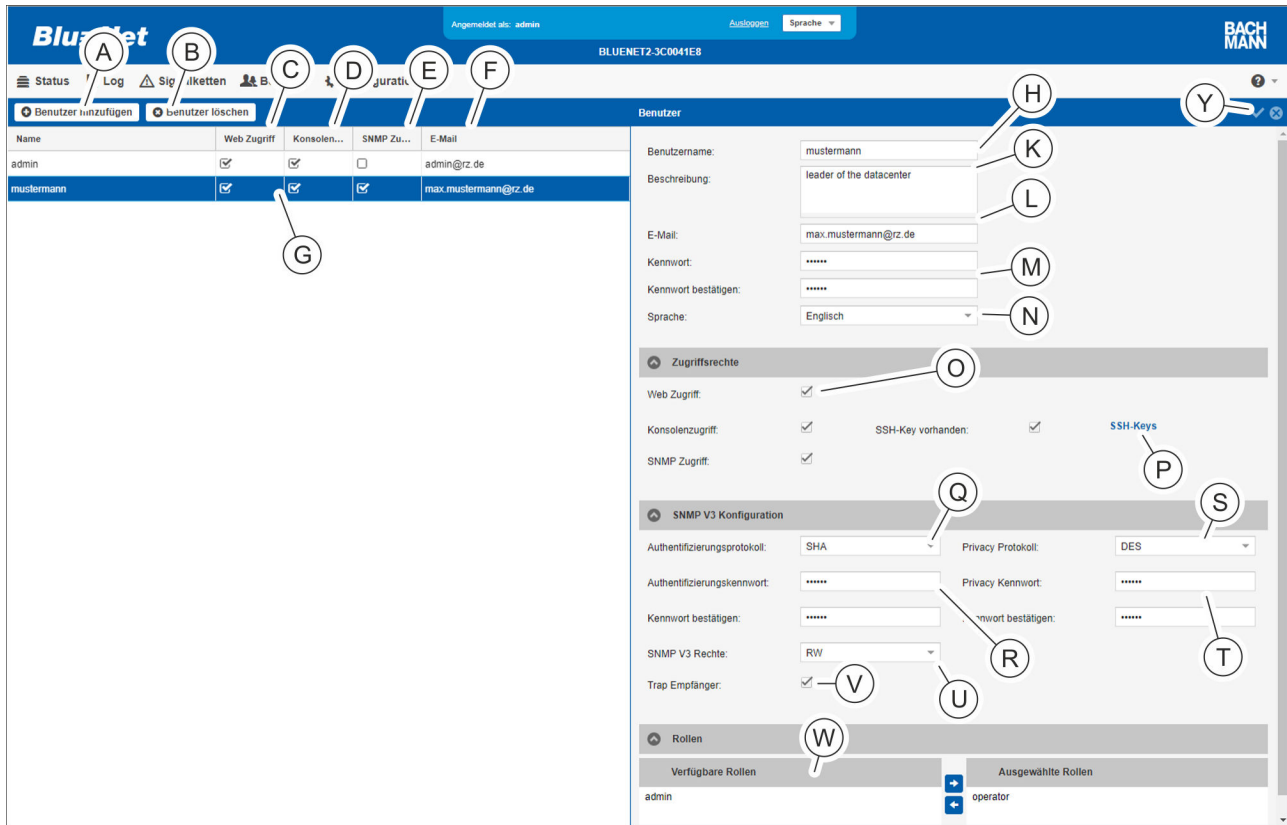
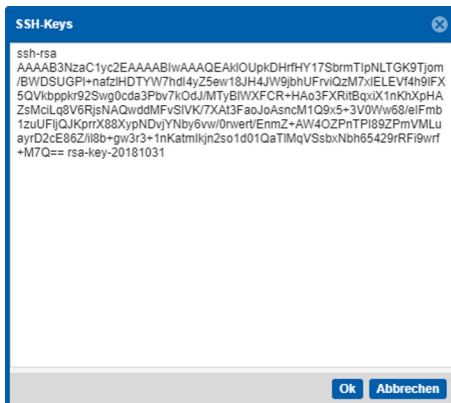

Abb. 134: Menü "Benutzer"
Abb. 135: SSH-Key einfügen
2. ➤ Über die Schaltfläche „Benutzer hinzufügen“ (Abb. 134/Ⓐ) einen neuen Benutzer anlegen.
*Um einen bestehenden Benutzer zu modifizieren, den betreffenden Benutzer in der Liste auswählen (Abb. 134/Ⓒ).*
3. ➤ Benutzernamen eingeben (Abb. 134/Ⓜ).
4. ➤ Bei Bedarf eine Beschreibung für den Benutzer eingeben (Abb. 134/Ⓝ).
5. ➤ E-Mail-Adresse eingeben (Abb. 134/Ⓞ).
6. ➤ Kennwort für den Zugriff auf die PDU eingeben und bestätigen (Abb. 134/Ⓟ).
7. ➤ Sprache auswählen (Abb. 134/Ⓠ).
8. ➤ Über die Checkboxen Zugriffsrechte für „Web Zugriff“, „Konsolenzugriff“ und/oder „SNMP Zugriff“ erteilen (Abb. 134/Ⓡ).
9. Über die Schaltfläche „SSH-Keys“ können für Key-basierte SSH-Anmeldungen SSH-Keys hinterlegt werden (Abb. 134/Ⓢ). Einen oder mehrere SSH-Keys in das Fenster „SSH-Keys“ (Abb. 135) kopieren und mit der Schaltfläche „OK“ bestätigen.
10. Im Bereich „SNMP V3 Konfiguration“ bei Bedarf ein Authentifizierungsprotokoll auswählen (Abb. 134/Ⓢ).
11. Authentifizierungskennwort eingeben und bestätigen (Abb. 134/Ⓢ).
12. Bei Bedarf ein Privacy-Protokoll auswählen (Abb. 134/Ⓢ).
13. Ein Privacy-Kennwort eingeben und bestätigen (Abb. 134/Ⓢ).
14. SNMP-V3-Rechte erteilen (Abb. 134/Ⓢ).
15. Checkbox „Trap Empfänger“ aktivieren, wenn der Benutzer als Trap-Empfänger verfügbar sein soll (Abb. 134/Ⓢ).
- 16.** Im Feld „*verfügbare Rollen*“ eine Benutzerrolle auswählen und über die Schaltfläche „→“ ins Feld „*ausgewählte Rollen*“ schieben (Abb. 134/Ⓜ).
- 17.** Einstellungen über die Schaltfläche „*Speichern*“ (Abb. 134/Ⓞ) übernehmen.
*Um einen bestehenden Benutzer zu löschen, den gewünschten Benutzer auswählen (Abb. 134/Ⓢ) und die Schaltfläche „Benutzer löschen“ (Abb. 134/Ⓢ) anklicken. Im Anschluss erscheint ein Abfragedialog, der bestätigt werden muss.*